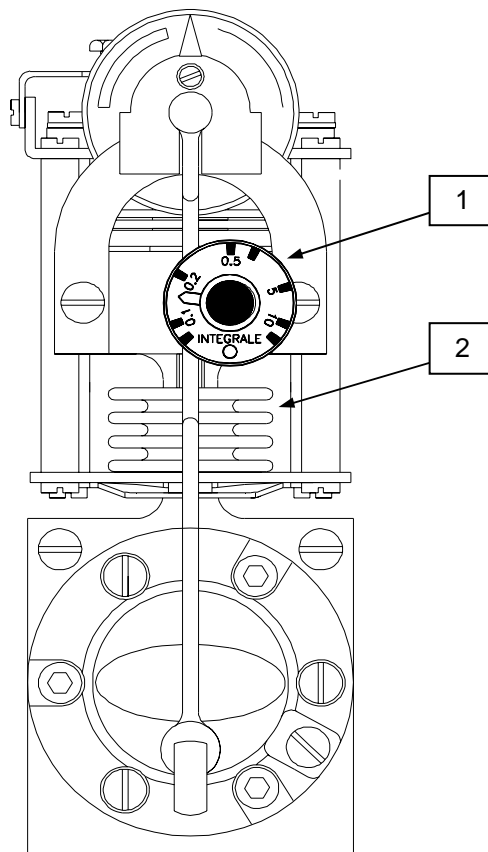

Fig. 5
E - Ruotare la manopola dell'azione integrale (fig.5 pos.1) portando il riassetto automatico a 0,5 ripetizioni al minuto **(solo per regolatore P+I)**
PER IL REGOLATORE PROPORZIONALE + INTEGRALE (Fig. 5)
E - Rotate the integral action knob (Fig. 5 item 1) to adjust the automatic selector to 0.5 repetitions per minute **(P+I control unit only)**.
P + I CONTROLLERS ONLY (Fig. 5)